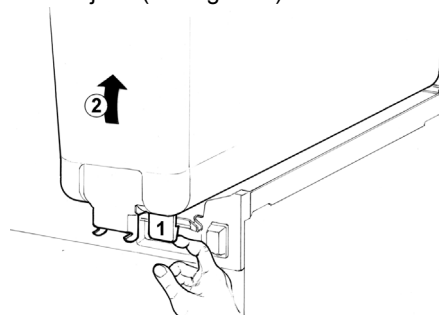

figure 3
- 2 Enlever le réservoir vide en le levant du côté antérieur et en le défilant de son joint (voir figure 3).